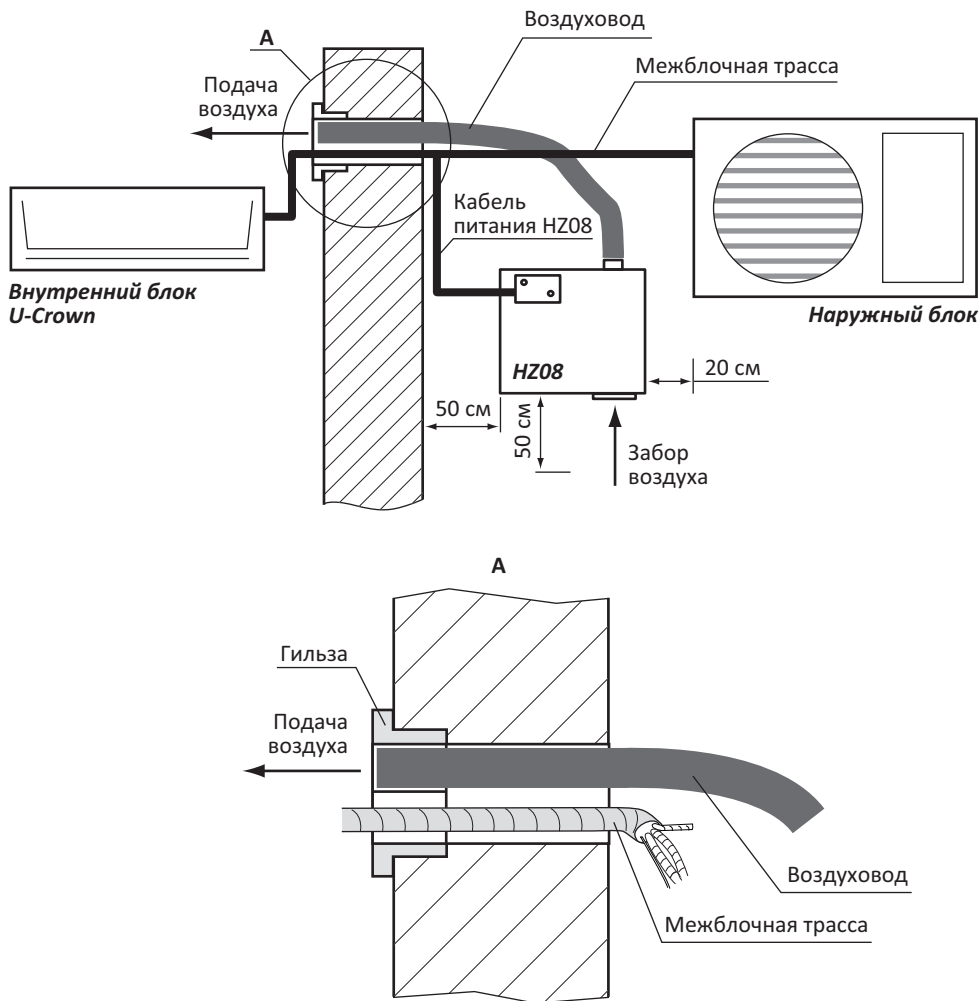

Рис. 5.11
5.8.7.3 Схема монтажа и подключения установки HZ08 (рис. 5.11)
г) Половина отверстия используется под забор воздуха через гильзу, а вторая половина для прокладки межблочных коммуникаций (см. рис. 5.11).